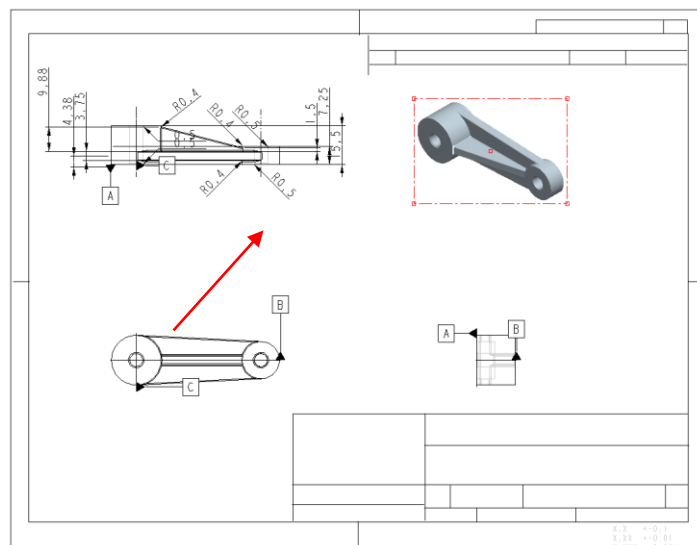
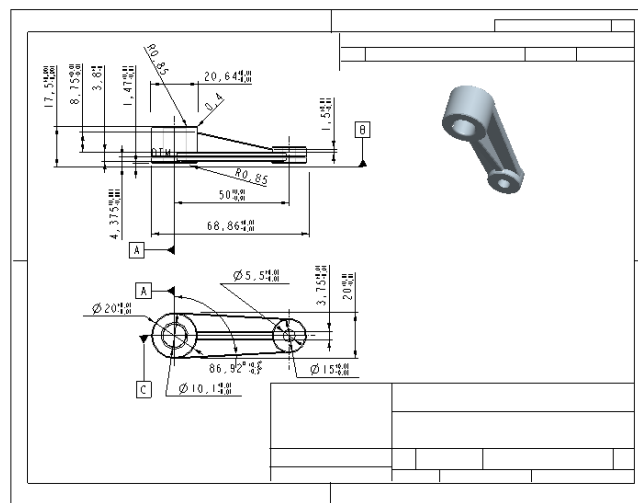

図 24 モデル ビューの移動する
図 27 CLAMP ARM の設計図面
ビュー移動のロックを外したら、製図シート上の投影図（一般ビュー）をクリックして、図 24 の右上側位置にモデル図をドラッグして移動する。
7) 図の削除: 図 24 の設計寸法表示の使用しない右側の図を削除する。右側の図を選択してハイライト状態で、マウスの右クリックをするとサブメニューが表示されるので、「削除」を選択すると、右側の図は図面シートから消え、図 27 に変更される。寸法を見やすいように配置したら完成図面として保存する。